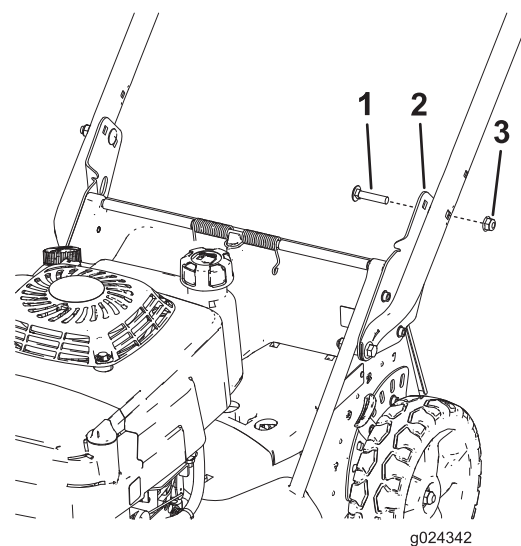

Figuur 5
- Ga achter de machine staan om na te gaan hoe hoog de handgreep voor u moet staan om comfortabel te kunnen werken (Figuur 5).